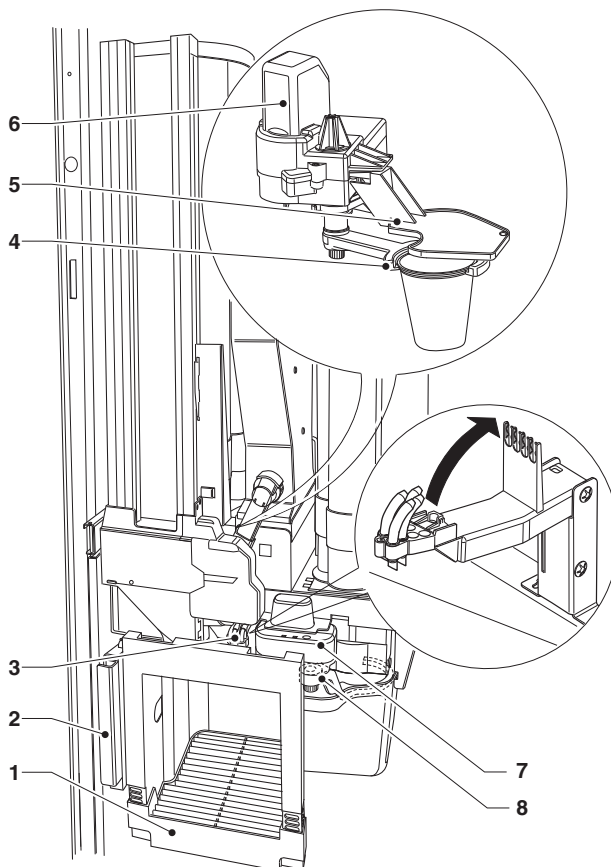

Fig. 22
Il pistone superiore (4) si allinea con la camera di infusione (fig. 22 -1) e scende all'interno della stessa. La posizione di arresto del pistone per l'infusione sarà in funzione del quantitativo di macinato presente nella camera.